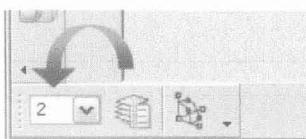

图 1.8 替换工作层
- (1) 打开部件“cam_link_2”，单击按钮，启动建模环境。
- (2) 在“工作层”方框中输入 2→<Enter>，如图 1.8 所示。